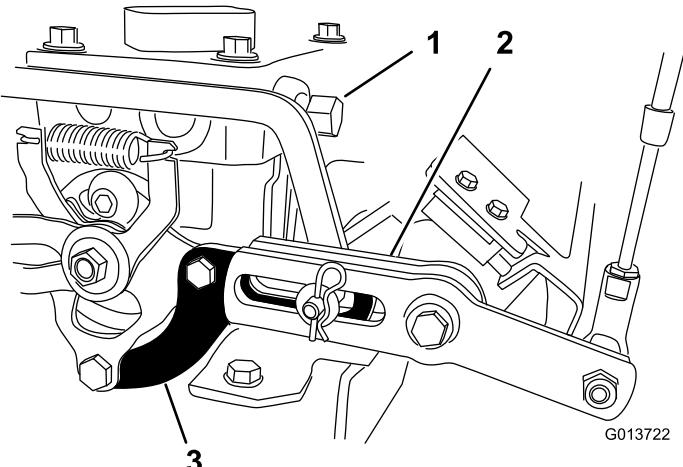

図 4
- ポンプ・アームについているナットとボルト（各2）を外す（図 4）。外したボルト・ナットは捨てないこと。
- フォークからポンプ・アームを取り外す（図 4）。